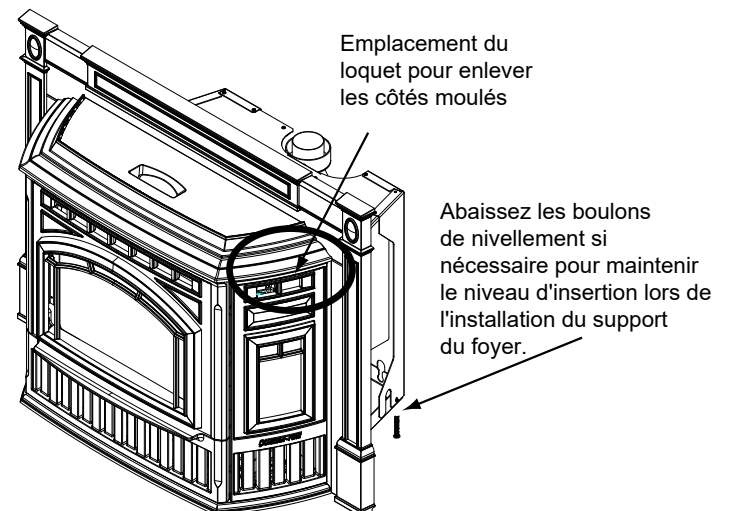

Figure 19.3 – Illustré avec le panneau en fonte installé
3. Enlevez les 2 parois en fonte et glissez la garniture assemblée sur l'encadrement assemblé (**Voir figure 19.3 à la page 19**).